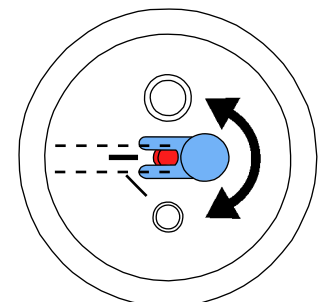

Fig. 13
- ¡En depósitos de chorreado de 25 - 70 µm, debe ajustarse la boquilla dosificadora (Fig. 13)!